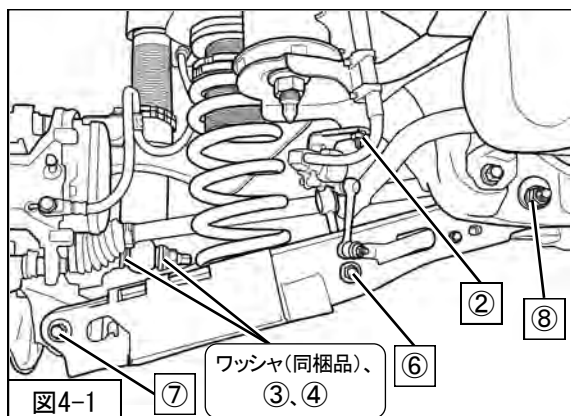
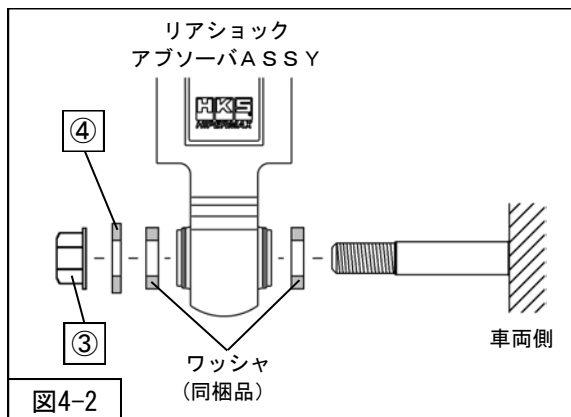

図4-1
図4-2
を車両に取付けてください。（図4-1）
を取付けてください。（図4-1）
を車両に取付けてください。（図4-1・図4-2）
※⑧トーアジャストカムナットをゆるめて作業した場合、ゆるめる前に付けた合いマークを目印にして取付けてください。（締付トルク：100N・m）（図4-1）